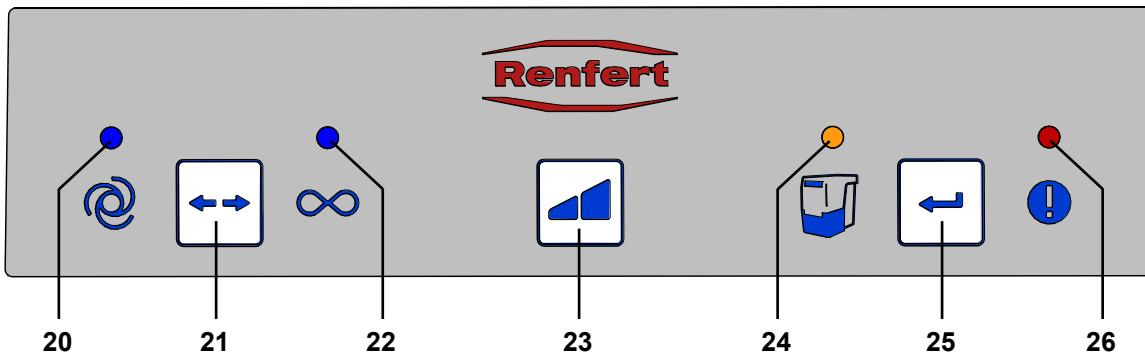

рис. 2
Эксплуатация вытяжки осуществляется с помощью кнопок на панели управления (рис. 2).
Если при настройке пускового порога произошёл сбой, мигает индикатор «Сигнал ошибки» (26, рис.2) и раздается трехразовый звуковой сигнал. Нажмите на кнопку «Ввод» (25) и начните настройку заново.